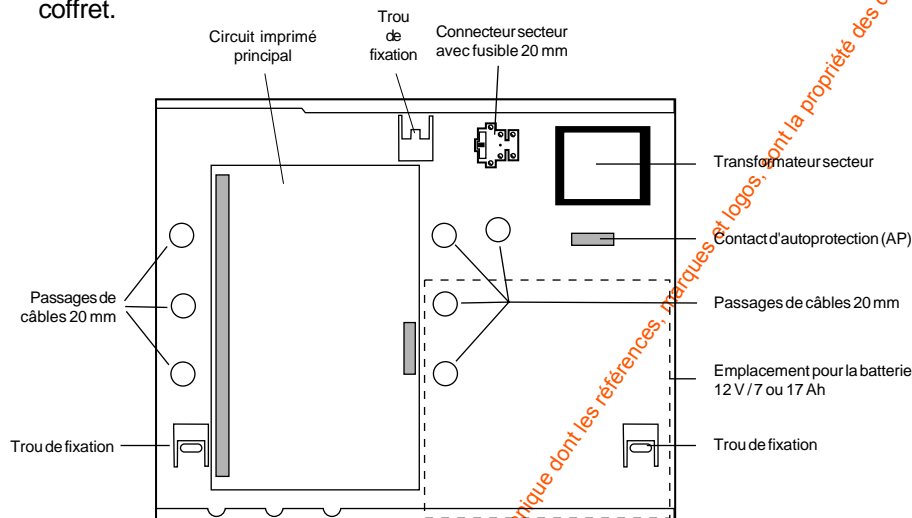

Figure 5. Localisation des divers éléments du coffret de la centrale
1. Retirer les vis du capot et retirer celui-ci. La figure 5 présente l'intérieur du coffret.
La centrale possède un emplacement permettant de recevoir une batterie au plomb gélifié 12 V / 7 ou 17 Ah. Se reporter à la figure 5 pour localiser l'emplacement.